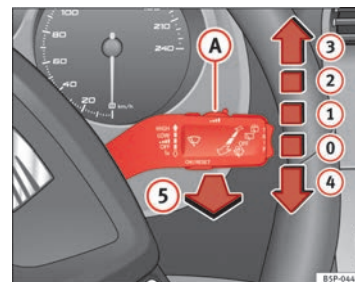

Abb. 85 Scheibenwi-
Der Scheibenwischerhebel ⇒ Abb. 85 hat folgende Stellungen:
- Wenn bei eingeschalteter Wischerstufe **⇒ Abb. 85 2** oder **3** das Fahrzeug anhält, wird automatisch auf die nächste Stufe heruntergeschaltet. Führt das Fahrzeug wieder an, wird erneut auf die eingestellte Wischerstufe hochgeschaltet. ▶